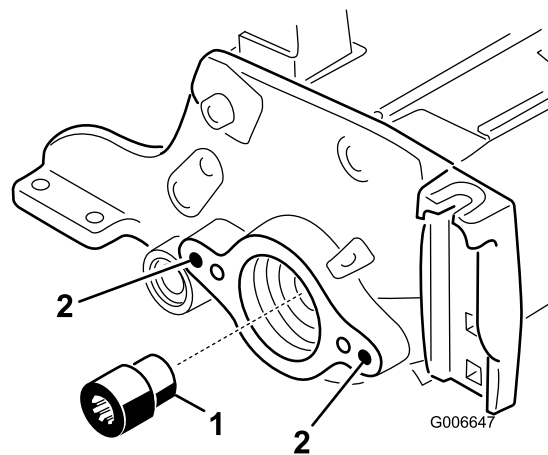

Figura 22
19. Utilizzando l'utensile per l'albero di trasmissione del cilindro, togliete l'inserto scanalato dal lato motore del cilindro dell'albero del cilindro (Figura 22). Utilizzate l'utensile per l'albero di trasmissione del cilindro, Pezzo TOR4112 sui modelli 03665 e 03666 e l'utensile per l'albero di trasmissione del cilindro Pezzo TOR4074 sui modelli 03685 e 03686. Togliete tutto il grasso dal foro filettato in cui si trovava l'inserto scanalato.
20. Montate il nuovo inserto scanalato (più lungo) sull'albero del cilindro (Figura 22). Prima di montare l'inserto, spalmate del Loctite blu sui filetti. Serrate a 116-129 Nm.